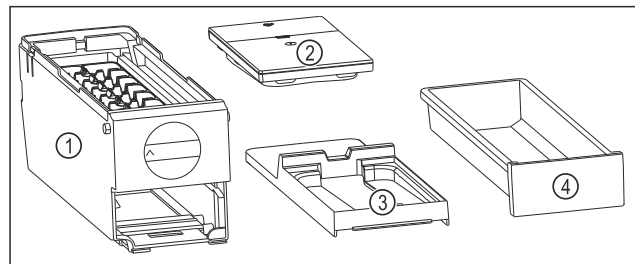

Fig. 89 Części dla EasyTwist-Ice
- ▶ EasyTwist-Ice jest rozłożony na cztery części. (patrz Fig. 89)
- ▶ Należy demontować EasyTwist-Ice wyłącznie na przedstawione części. (patrz Fig. 89)
- ▶ Czyścić korpus EasyTwist-Ice Fig. 89 (1) w całości.